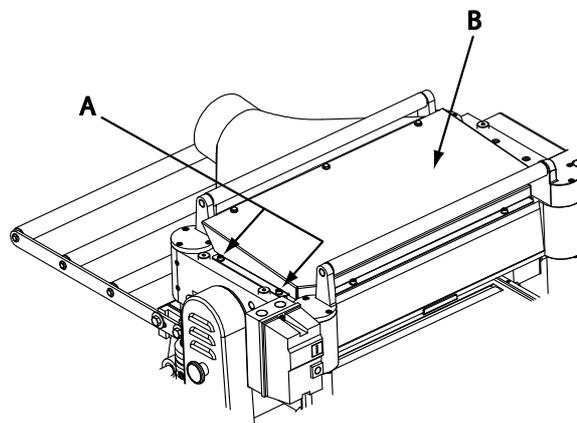

Рис. 19
2. Открутите шесть винтов (А, см. Рис. 19) и снимите верхнюю крышку (В, см. Рис. 19).
2. Открутите шесть винтов и верхнюю крышку (см. Рис. 19).